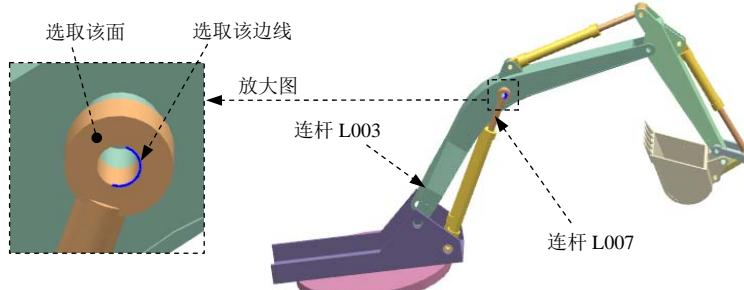

图 10.8.24 定义共线副（二）
(1) 定义运动副类型。在“运动副”对话框 **定义** 选项卡的 **类型** 下拉列表中选择 **共线** 选项。
(2) 选择连杆。选取图 10.8.24 所示的连杆 L003。
(3) 定义原点及矢量。在“运动副”对话框的指定原点下拉列表中选取“圆弧中心”选项，在模型中选取图 10.8.24 所示的圆弧为定位原点参照；选取图 10.8.24 所示的面作为矢量参考面。
(4) 添加啮合连杆。在“运动副”对话框的基本区域中选中啮合连杆复选框，单击选择连杆 (1)，选取图 10.8.24 所示的连杆 L007。
(5) 定义啮合连杆原点及矢量。在“运动副”对话框基本区域的指定原点下拉列表中选取“圆弧中心”选项，在模型中选取图 10.8.24 所示的圆弧为定位原点参照；选取图 10.8.24 所示的面作为矢量参考面。
(6) 单击应用按钮，完成第八个运动副的添加。